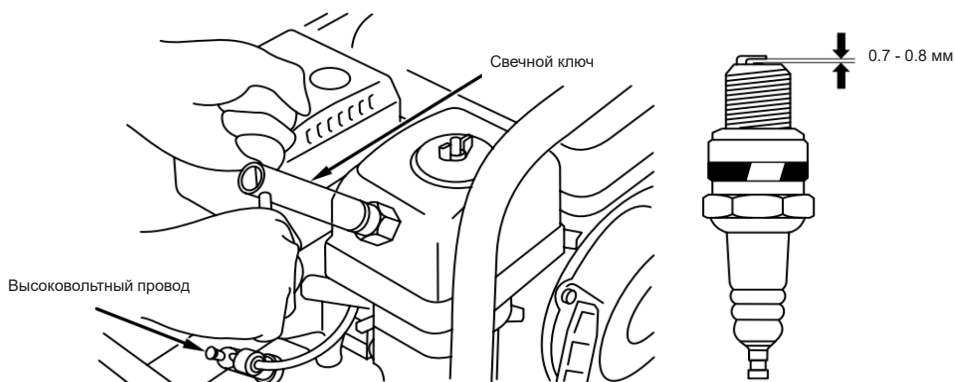

Рис. 14
8.3. Обслуживание свечи зажигания (рис. 14).